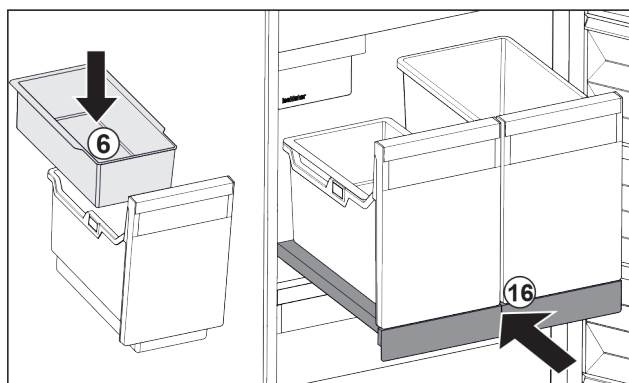

Fig. 30
- ▶ Włożyć półkę zawieszoną Fig. 30 (6) na kostki lodu.
- ▶ Wsunąć wysuwaną półkę z pojemnikiem (IceTower). Fig. 30 (16)